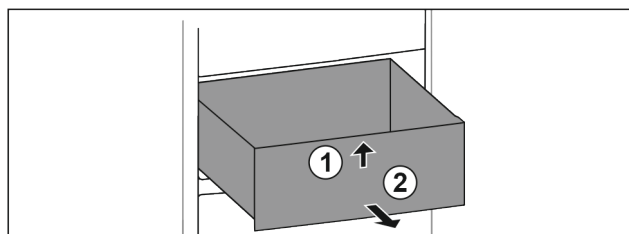

Fig. 95
- Nadzvedněte zásuvku vpředu. *Fig. 95 (1)*
- Vyměte zásuvku dopředu. *Fig. 95 (2)*